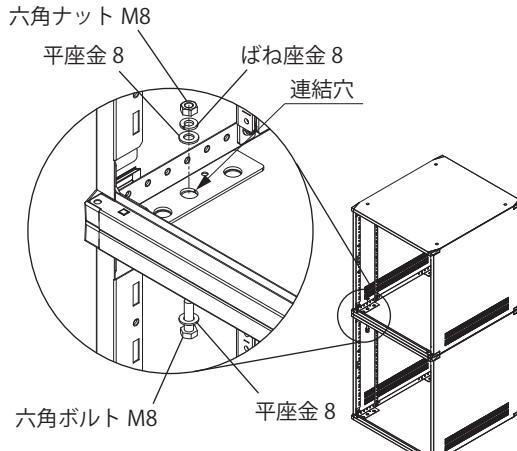

図 8
- ラック天井面と底面の連結穴（ $\phi 10$ 4か所）に、六角ボルト M8×20・六角ナット M8・ばね座金 8・平座金 8を取り付けてください。（図 8）